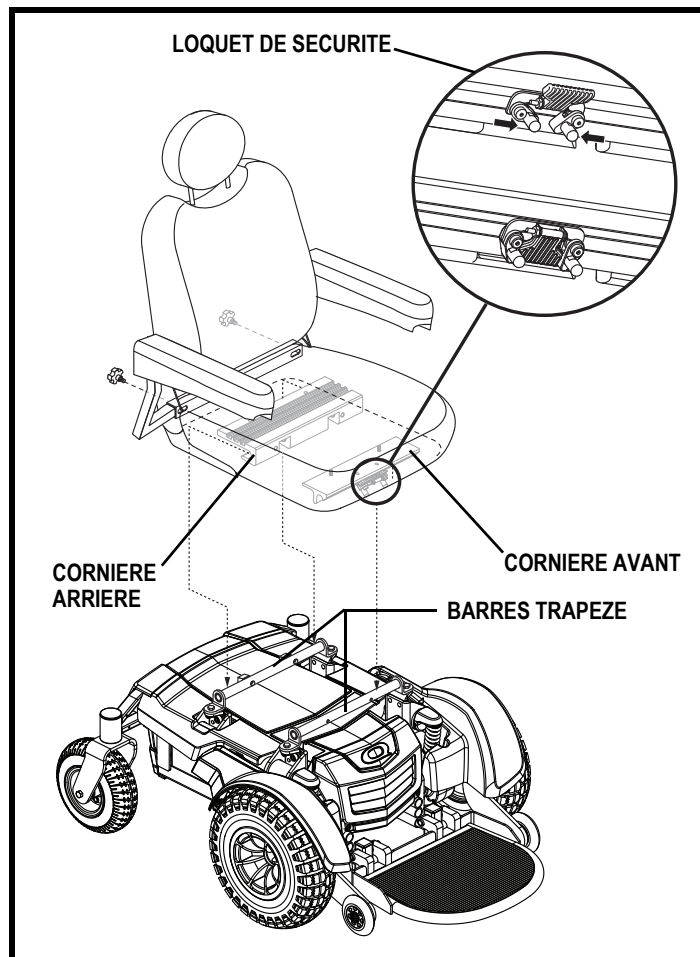

Figure 7. Système de montage universel et siège Contour
Il se peut que vous ayez à installer le siège avant la première utilisation ou après avoir transporté votre fauteuil motorisé. La plupart des sièges sont fixés à la base à l'aide du « Système de Montage Universel » (SMU). Le système de montage universel (SMU) est composé de pièces compatibles au siège sans égard à la largeur ou à la profondeur du siège. Les composantes principales sont deux cornières en aluminium montées sous le siège. Celles-ci se fixent sur la paire de barres trapèze fixées sur la base motorisée. Voir la figure 7.
1. Inclinez le siège vers l'arrière et glissez la cornière arrière sur la barre trapèze arrière. Voir la figure 7.
4. Basculez le loquet du siège vers le haut. **Voir la figure 7.**